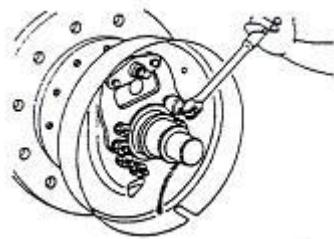

Рис. 2-21
(6) Снимите Е-образное тормозное кольцо, используемое для крепления кабеля к тормозному щиту. Затем открутите крепежные болты и отделите тормозной щит от ведущей оси. См. Рис. 2-21